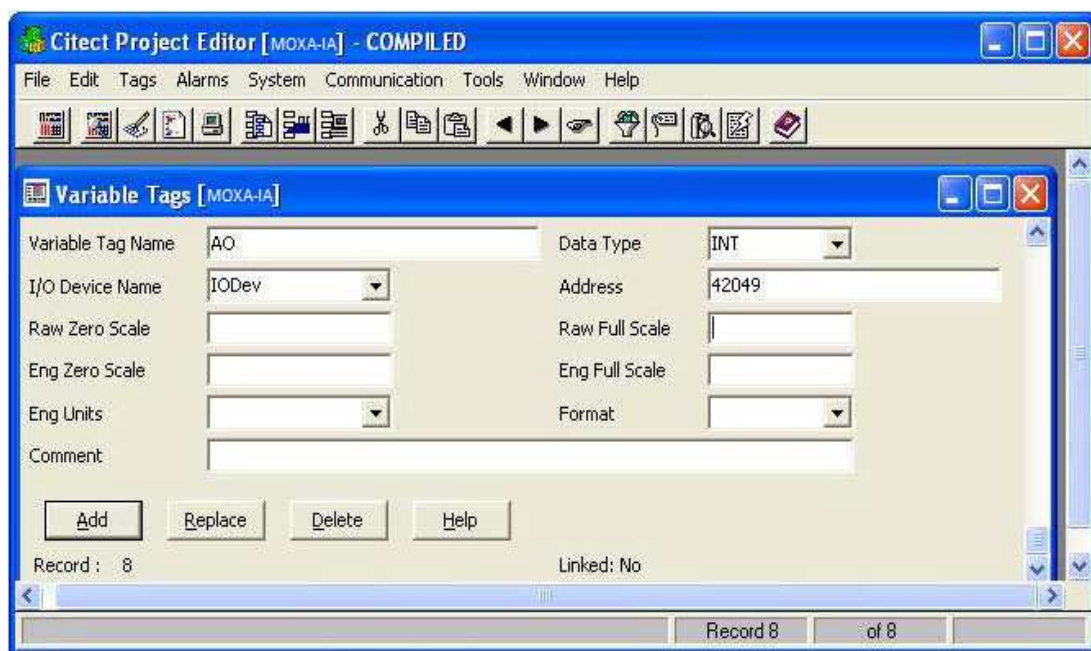

Рис. 13
2.11 Определите тег АО (Рис. 13): тип данных - INT, Modbus адрес = 42049.